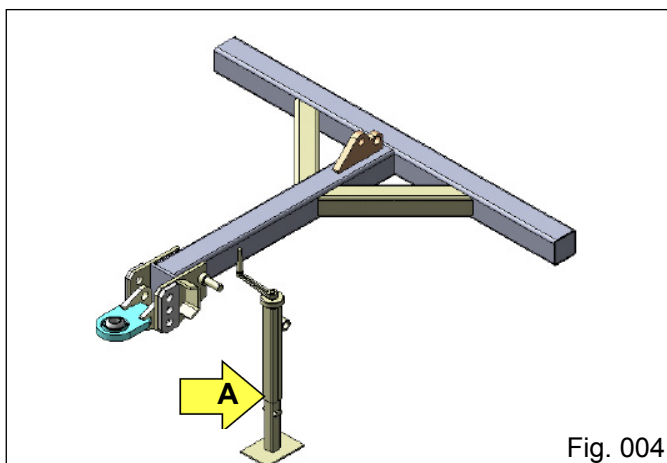

Fig. 004
4) Acople o conjunto do levante mecânico “A” (Fig. 004) ao cabeçalho e ajuste-o ao solo de forma que mantenha o cabeçalho apoiado;